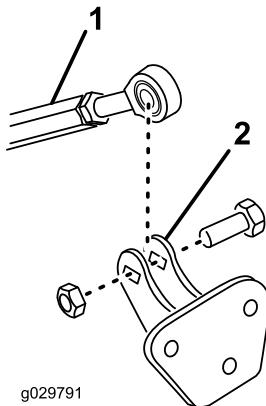

Figura 10
5. Sujete la rótula del acoplamiento roscado al soporte con un perno ($\frac{1}{2}$ " x $1\frac{1}{2}$ ") y una contratuerca ($\frac{1}{2}$ "), según se muestra en Figura 10.